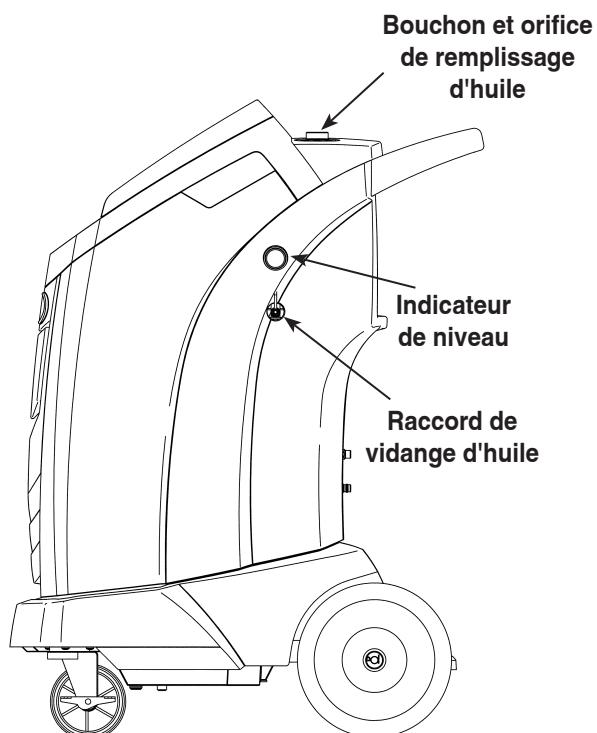

Figure 14
3. Ouvrez **LENTEMENT** le bouchon de remplissage d'huile pour vérifier qu'il n'y a pas de pression dans la machine. Enlevez précautionneusement le bouchon. Reportez-vous à la figure 14.